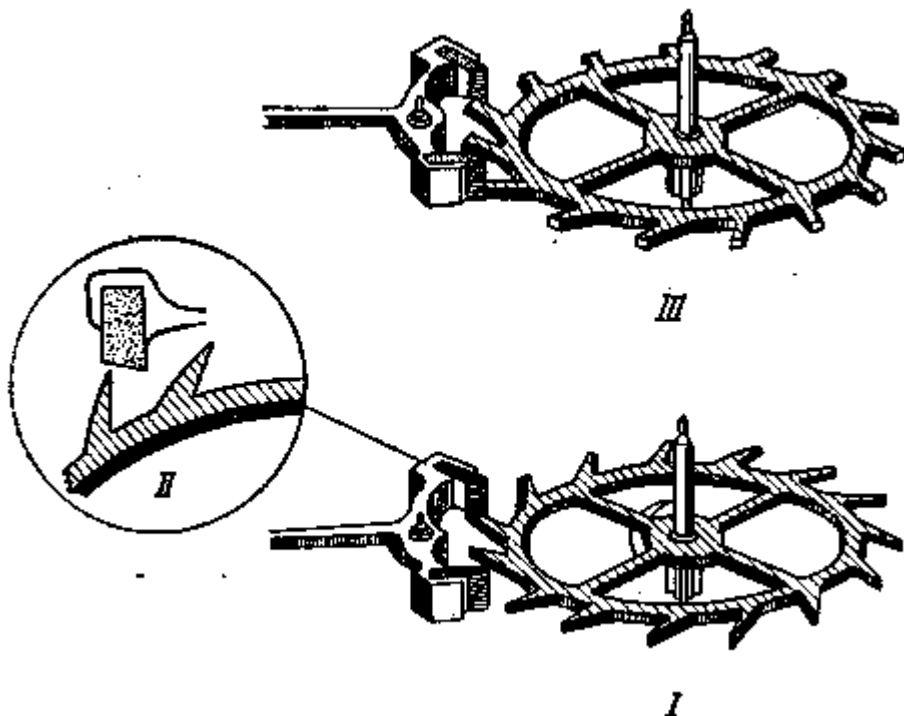

Рис. 19. Английский и швейцарский спуски:
карманных часов существуют два способа передачи импульса (рис. 19): английский спуск (I), у которого зубья ходового колеса заострены и импульс передается за счет скольжения острия зуба по плоскости импульса палеты; швейцарский спуск (II), у которого зубья ходового колеса имеют широкую импульсную плоскость для того, чтобы уменьшить удельное давление и сделать зуб более прочным. Импульс передается вначале за счет скольжения острия зуба колеса по импульсной плоскости палеты, а затем — за счет скольжения ребра палеты по импульсной плоскости зуба.